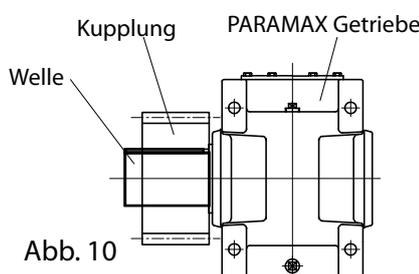

Abb. 10
- Kettenrad und Ritzel sind so dicht wie möglich an das PARAMAX DRIVE zu montieren, so dass der Angriffspunkt der Last möglichst nahe an der vertikalen Mittellinie der Anlage ist (Abb.10).